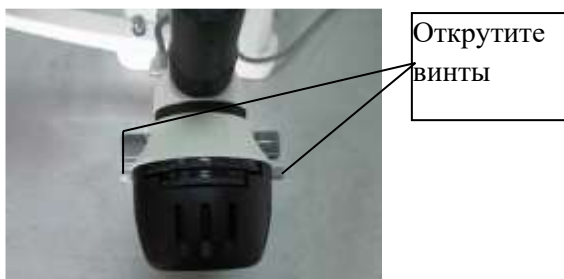

Рис. 4.3.1
2. Отсоедините штекер кабеля питания от колпака лампы, выкрутите винты фиксации колпака лампы. Снимите колпак лампы, потянув его вверх (Рис. 4.3.1).